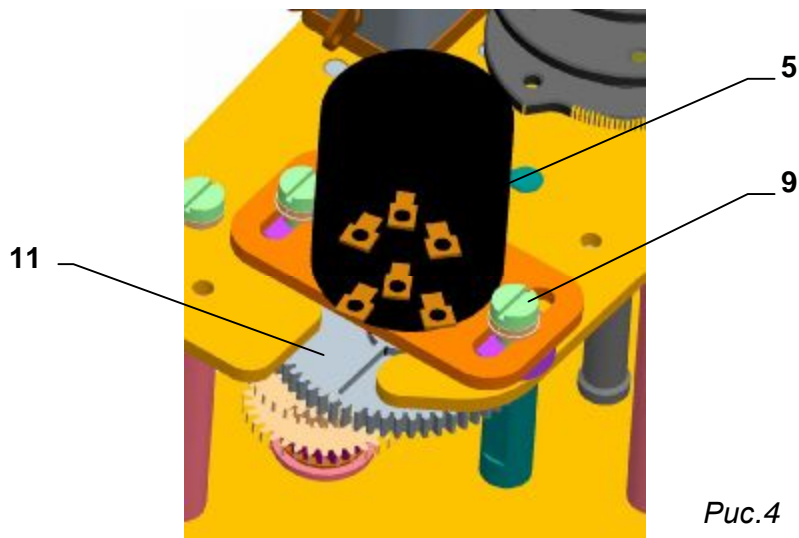

Рис.4
- в исполнении с омическим датчиком, вынесите датчик из зацепления ,(Рис.4);
- ослабьте гайку (22) при одновременном прижимании центральной накатной гайки (23) и потом гайку (23) крепящую кулачки расслабьте настолько, чтоб тарелчатые пружины на кулачках еще создавали аксиальное пружинное усилие;
- ЭП перестановте в положение «открыто» и кулачком (29) поворачивайте в направлении часовой стрелки, вплоть до переключения выключателя S3 (25).
- ЭП перестановте о ход, при котором он будет сигнализировать положение «открыто» и кулачки (31) поворачивайте в направлении часовой стрелки, вплоть до переключения выключателя S5 (27);
- ЭП перестановте в положение «закрыто» и кулачком (28) поворачивайте против направления часовой стрелки (при виде сверху) , вплоть до переключения выключателя S4 (24) ;
- ЭП перестановте обратно о ход, в котором он сигнализирует положение «закрыто» и кулачком (30) поворачивайте против направления часовой стрелки, вплоть до переключения выключателя S6 (26) ;
- после настройки ЭП, рукой закрепите кулачки центральной акатной гайки (23) при одновременном прижимании, потом гайку подтяните контргайкой (22) ;
- поворочте диск показателя положения (32) для данного хода по отношению к отметке на смотровом отверстии верхнего кожуха;
### 4.3 Установка омического датчика (рис.4)